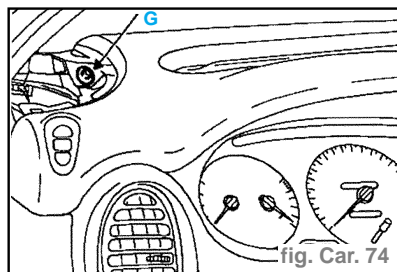

fig. Car. 74
- Déposer les grilles de haut-parleur, puis les vis de fixation supérieures (G). (fig. Car. 74).